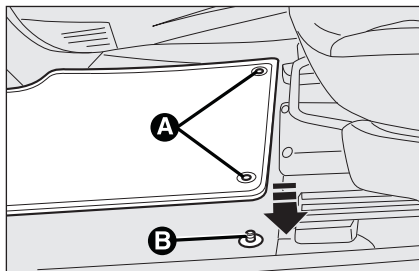

fig. 10
- placer le tapis de sorte que les œillets **A - fig. 10** soient au niveau des systèmes de retenue **B** montés sur le plancher ;